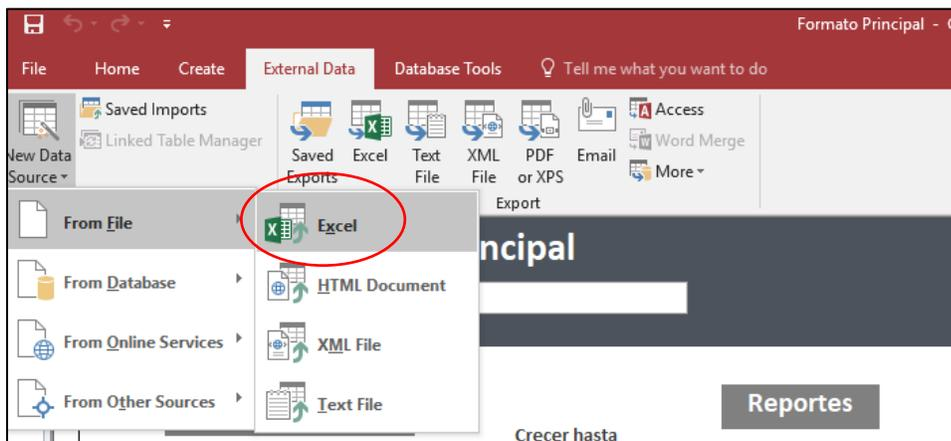

Figura 18. Importar la Hoja de Excel
- 3.3 Del Tablero Principal, bajo [External Data], dar clic en [New Data Source] → [From File] → [Excel] para importar la hoja de Excel (Figura 18).